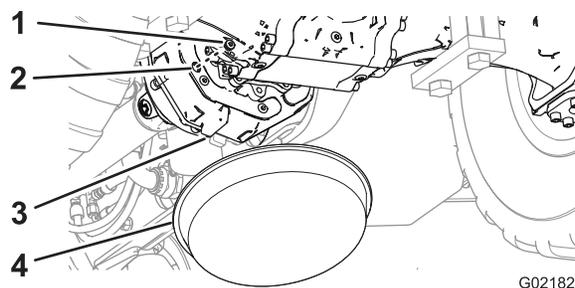

Figura 72
1. Posicione uma bandeja de drenagem sob a parte traseira da caixa de transmissão (Figura 72).
2. Remova o bujão do orifício de nível na transmissão (Figura 72).
3. Verifique pelo orifício de nível se o nível do óleo na transmissão está alinhado com a borda interior do orifício (Figura 72).
6. Instale o bujão no orifício de nível na caixa de transmissão (Figura 72).